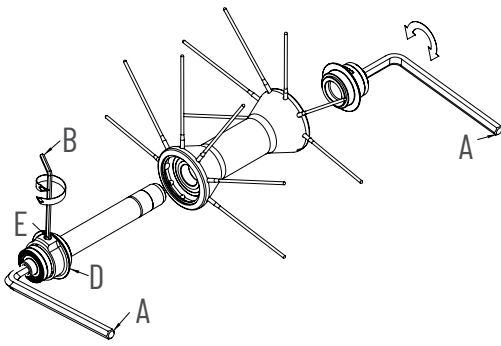

FIG. 1
- Inserite due chiavi a brugola da 5mm (A) dentro agli scontri alle estremità dei mozzi (Fig.1) e ruotatele in **senso antiorario**.
- Allentate il grano (E) con una chiave a brugola da 2mm (B) (Fig. 1).
- Richiudete il grano (E).